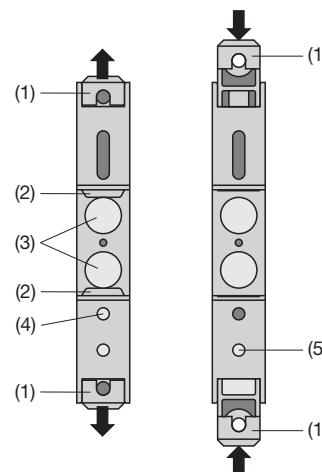
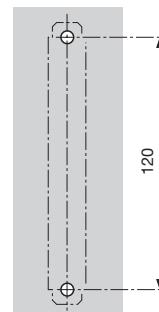

Fig. 5. Fond de l'appareil.
Fig. 6. Plan de perçage.
Tirer en dehors les languettes de fixation (1) en enfonceant en même temps de bouton de verrouillage (4) (voir Fig. 6 à gauche). Pour rentrer si nécessaire les languettes de fixation, il faut enfoncez le bouton de verrouillage (5) et en même temps glisser les languettes de fixation (1) dans la base du boîtier (voir Fig. 5 à droite).
Fixer le boîtier à l'aide de 2 vis 4 mm Ø sur la paroi ou sur le tableau de montage. Percer des trous selon le plan de perçage (Fig. 6).